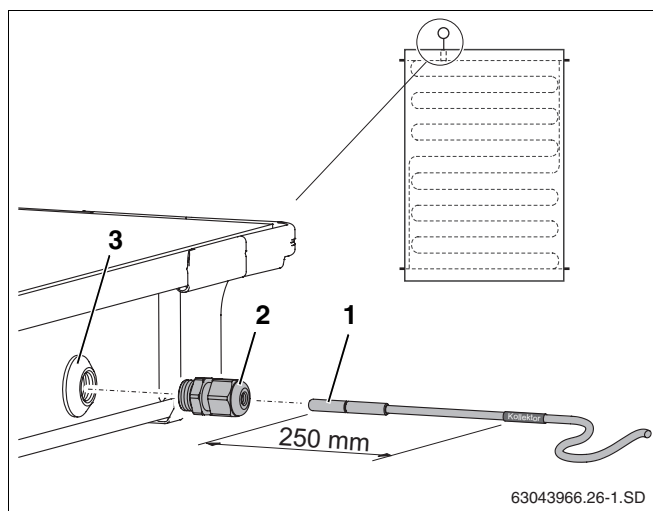

Fig. 32 Inserimento della sonda del collettore nel collettore
Per una perfetta efficienza dell'impianto solare è necessario infilare completamente la sonda del collettore (fig. 32, **pos. 1**) nel pozzetto fino alla battuta d'arresto (ovvero per ca. 250 mm).
- Perforare lo strato isolante del pozzetto della sonda del collettore (fig. 32, **pos. 3**) con la sonda stessa o con un cacciavite.
- Avvitare il raccordo a bicono (fig. 32, **pos. 2**) nel pozzetto della sonda.
- Serrare a fondo il filetto nel pozzetto ed il dado presso la sonda (fig. 32, **pos. 2**).
Se per errore è stato perforato il pozzetto della sonda (fig. 32, **pos. 3**) di un collettore sbagliato, tale pozzetto dovrà essere chiuso con il tappo del kit di allacciamento. Prima è necessario rimuovere il filetto femmina situato dentro il pozzetto con l'ausilio del dado a bicono (fig. 32, **pos. 2**).